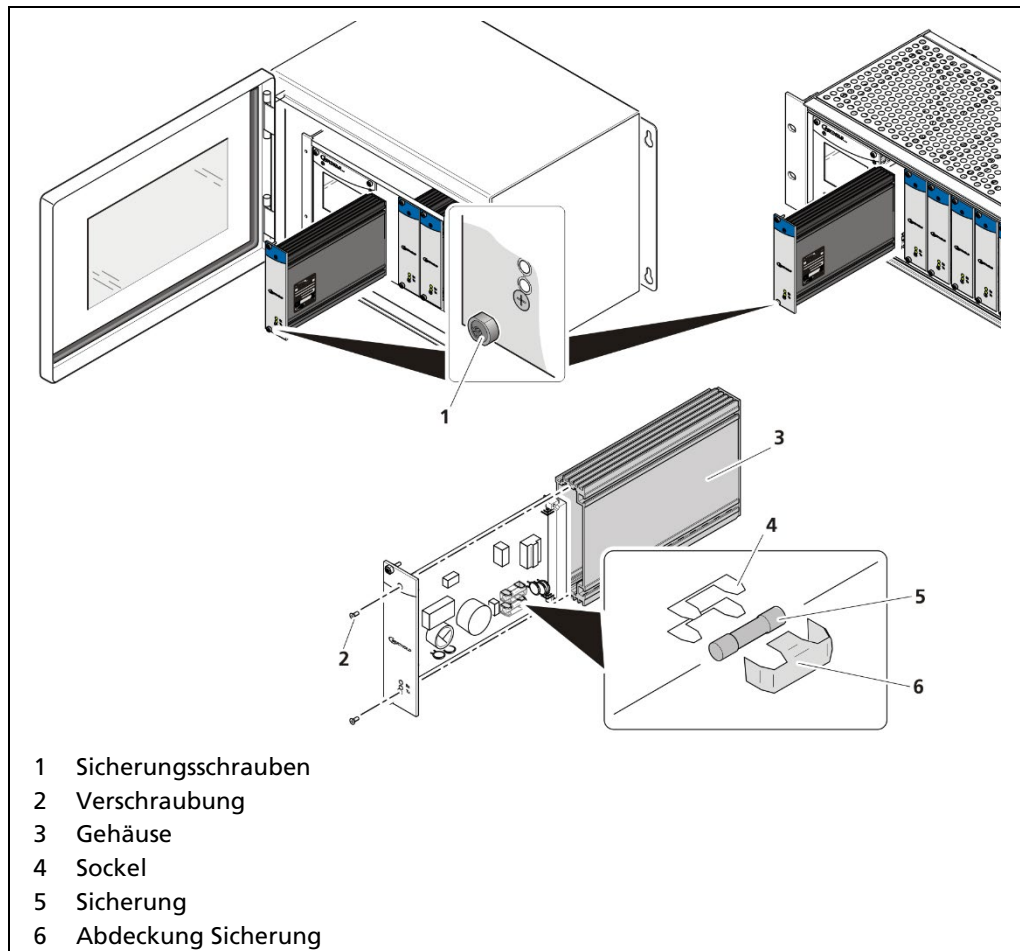

Abb. 144 Austausch Sicherungen Slave-Modul
2. Lösen Sie die zwei Sicherungsschrauben (Abb. 144, Pos.1) und ziehen Sie das Slave-Modul aus dem Wandgehäuse bzw. dem Baugruppenträger.
3. Lösen Sie die zwei versenkten Schrauben an der Vorderseite des Slave-Moduls (Abb. 144, Pos.2).
4. Ziehen Sie das Gehäuse (Abb. 144, Pos.3) vorsichtig ab.
5. Entfernen Sie die Schutzabdeckung der Sicherung (Abb. 144, Pos.6)
6. Entfernen Sie die Sicherung (Abb. 144, Pos.5).
11. Alle Sicherungsschrauben (Abb. 144, Pos.1) anziehen.